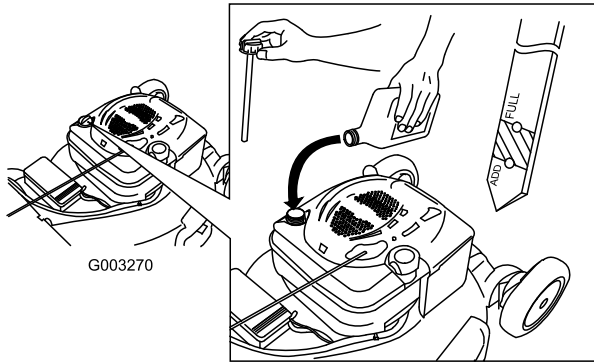

Bild 12
1. Nehmen Sie den Peilstab heraus und wischen Sie ihn ab. Stecken Sie ihn dann ganz ein (Bild 12).
2. Nehmen Sie den Peilstab heraus und prüfen Sie den Ölstand (Bild 12). Wenn der Ölstand unter der Nachfüll-Marke ist, gießen Sie **langsam** Öl in den Einfüllstutzen, um den Ölstand auf die Voll-Marke am Peilstab anzuheben. **Füllen Sie nicht zu viel ein.** (Max. Füllstand: 0,59 l des Typs: Waschaktives SAE 30-Öl mit der Klassifizierung SF, SG, SH, SJ, SL oder höher durch das American Petroleum Institute (API).)